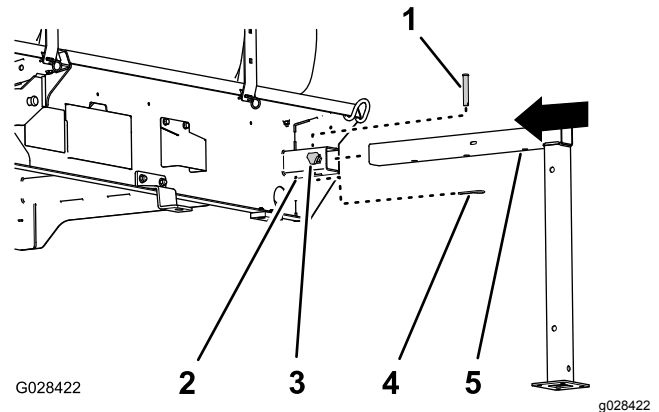

Figura 133
1. Alinhe o macaco frontal com o recetor do macaco na frente do depósito (Figura 133).
2. Insira o macaco frontal com o recetor até que o furo do meio no tubo horizontal do macaco esteja alinhado com o furo na parte superior do recetor (Figura 133).
4. Enrosque bem à mão um manípulo de bloqueio no recetor (Figura 133).